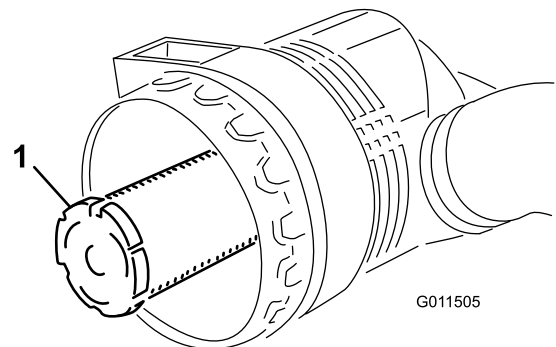

Figure 55
**Important:** N'essayez jamais de nettoyer l'élément de sécurité (Figure 55). Remplacez-le une fois sur trois, quand vous effectuez l'entretien de l'élément principal.